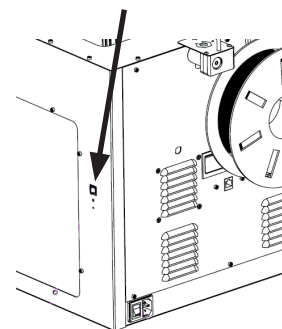

Abb. 3
- ⇒ Schließen Sie das USB-Kabel am USB-Ausgang des SIMPLEX an (Abb. 3).